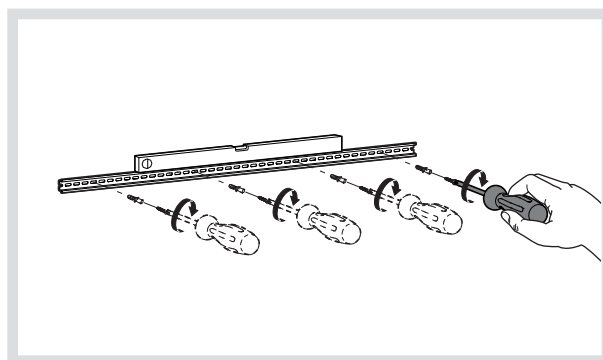

Bild 8: Trageschiene montieren
- Trageschiene mit Schrauben an der Wand ausrichten und befestigen (Bild 8).